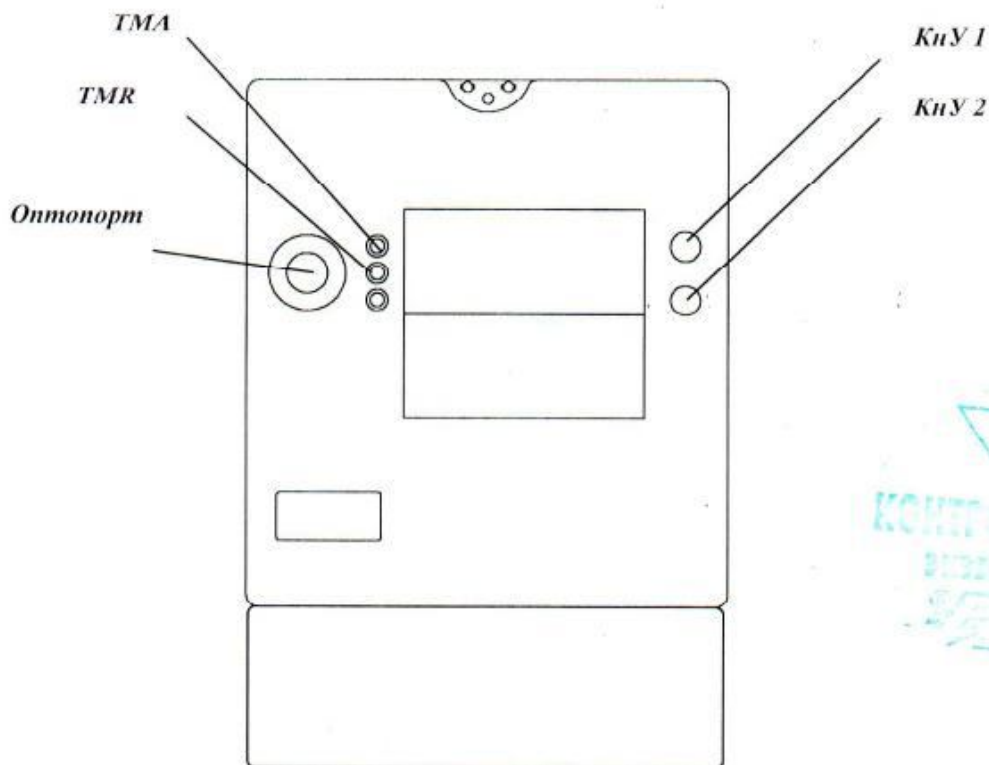

Рисунок 2 – Схема расположения индикаторов и органов управления счетчиков
Подключение абонента возможно также при помощи КнУ1, расположенной на лицевой поверхности счетчика (см. рисунок 2) при наличии разрешения, полученного от устройств АС.
Если **знаки** --- **мигают**, следует нажать КнУ1 (см. рисунок 2) и удерживать ее в нажатом состоянии 2 с, после чего начнется обратный отсчет (см. рисунок 24) и РУ включится автоматически.
- мигание индикатора ТМА (см. рисунок 2) пропорционально активной мощности подключенной нагрузки. При подключении нагрузки мощностью 1 кВт по каждой фазе индикатор ТМА должен мигать с частотой приблизительно 3 раза в секунду;